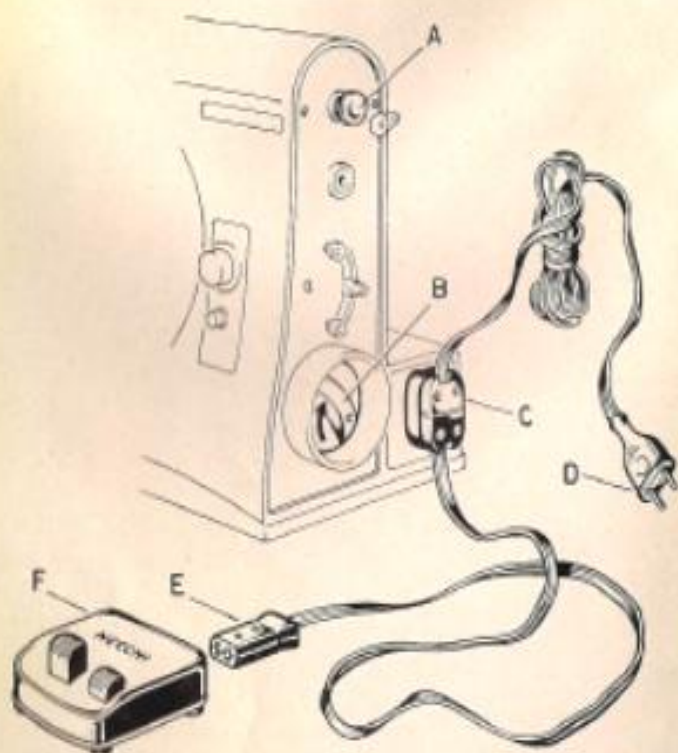

Fig. 2
- Pull out button « A » (Fig. 2);
- Push in button « A » (Fig. 2) by rotating it as far as it will go;
hand and have the light on, connect plugs « C » and « D » (Fig. 2), disregarding plug « E ».